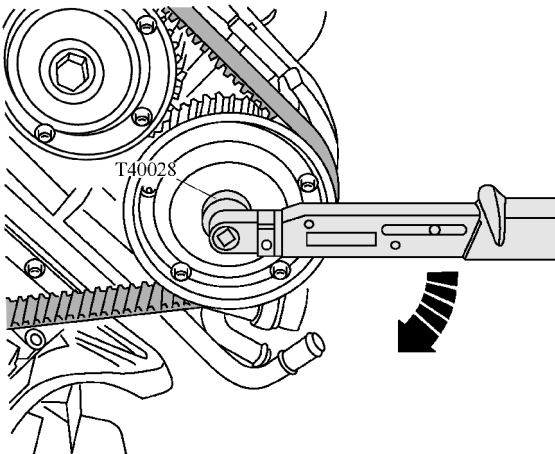

图 1-3-50 以 $10\text{N} \cdot \text{m}$ 的力矩顺时针转动左侧气缸列上凸轮轴调节器的转子
(7) 如图 1-3-50 所示，在左侧气缸列上，将工具头 T40028 安装在排气凸轮轴的凸轮轴调节器上。以 $10\text{N} \cdot \text{m}$ 的力矩顺时针转动凸轮轴调节器的转子，直至到达极限位置。